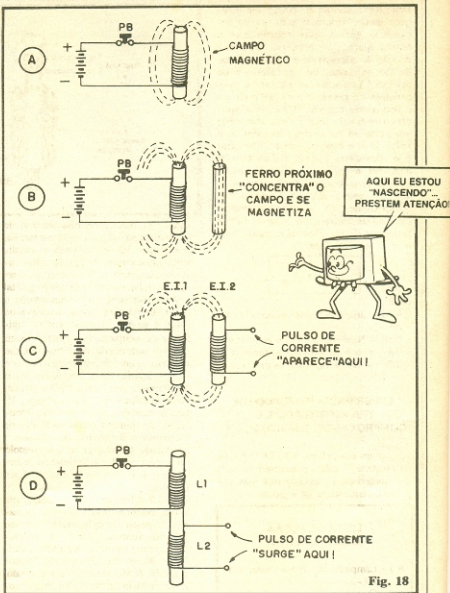

Fig. 18
**FIG. 18-A** - Conforme vimos no começo da presente "Lição", enrolando um fio sobre um núcleo de ferro e fazendo uma corrente circular por tal fio, obtemos um campo magnético que durará enquanto a corrente lá estiver. Explicamos também que esse campo não se forma instantaneamente, já que leva algum tempo para assumir sua máxima intensidade, a partir do momento em que se liga a corrente. Também quando se **desliga** a corrente, o campo magnético não "some" instantaneamente, "entrando em colapso" segundo um tempo mensurável, ao fim do qual então desaparece. Um importante fenômeno eletro-magnético, chamado de **INDUÇÃO**, vale-se da "formação" e "colapso" do campo e nos permite usar um método de "transferência" da energia, com sua eventual "transformação" (daí o nome do componente), conforme veremos... No esqueminha 18-A, pressionado o interruptor, o núcleo fica magnetizado pelo campo, assumindo a condição de um ímã, com polos Norte e Sul, como já vimos...
**FIG. 18-B** - Se colocarmos junto ao nosso eletroímã, um outro núcleo de ferro (pode ser um igual ao que está "dentro" da bobina...), tão próximo que esse segundo núcleo possa ser envolvido pelas linhas de força emitidas pelo eletroímã, o tal núcleo "extra" também ficará magnetizado. A intensidade desse magnetismo induzido dependerá basicamente da proximidade entre os dois núcleos (quanto mais perto estiverem um do outro, maior será a magnetização induzida no núcleo "extra").
**FIG. 18-C** - Agora é que "pega no breu"...! Se, no núcleo "extra", enrolarmos também um fio condutor (como fizemos no núcleo principal - eletroímã...), e mantivermos a máxima proximidade entre os dois conjuntos, sempre que a corrente é **ligada** e **desligada** no E.I.1, o surgimento ou colapso, respectivamente, do campo magnético gerado **INDUZIRÁ** ou fará surgir um pulso de corrente no segundo enrolamento (E.I.2)! Notar dois aspectos importantes: esse fenômeno da **INDUÇÃO** apenas ocorre na "formação" e "colapso" do campo magnético no enrolamento principal ou **primário** (E.I.1). Um campo magnético estável - corrente no enrolamento **primário** fixa e ligada - não consegue induzir nenhuma energia no segundo enrolamento (por isso chamado de **secundário**...). Outra coisa: ainda que manifestando-se apenas nos momentos de "criação" ou "desligamento" do
**FIG. 18-D** - Podemos melhorar ainda mais essa transferência indutiva de energia, de um enrolamento para outro se, ao invés de fazermos cada uma das bobinas sobre um distinto núcleo, colocando-os bem próximos, simplesmente enrolarmos as duas bobinas sobre **um mesmo núcleo**! Já que o requisito para um bom aproveitamento é que os dois eletroímãs estejam o mais próxi-